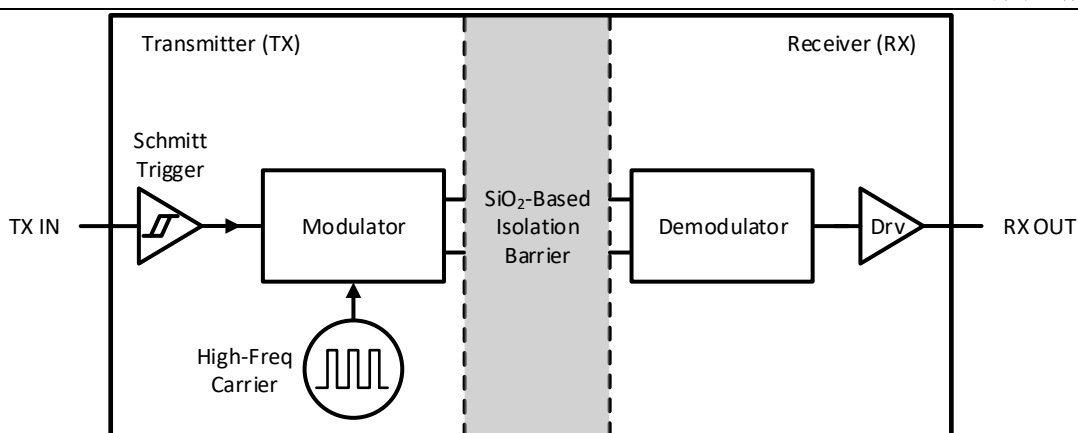
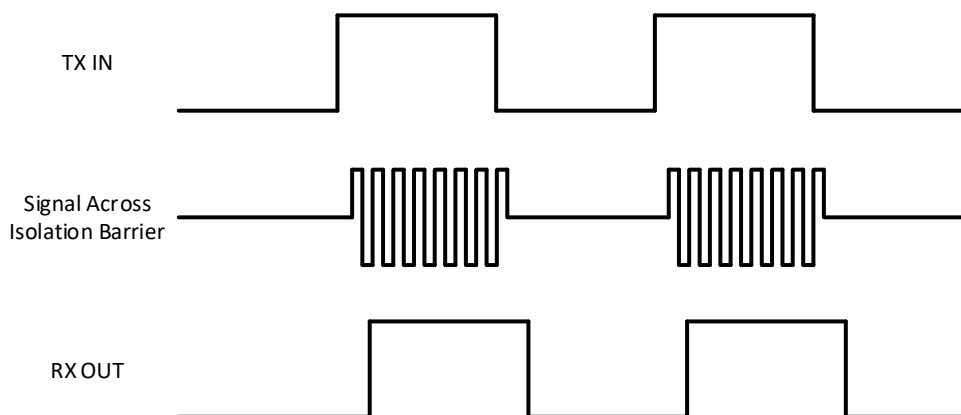

图 8-2 隔离通道的框图
图 8-3 OOK 调制方案的工作波形示意图
CA-IS1306x 器件通过使用简单的开关键控 (OOK) 调制方案在基于二氧化硅的隔离层之间传输数字位流。该隔离层支持高低压域之间高达 5 kVRMS 的电气隔离。隔离通道的框图如图 8-2 所示。如图 8-3 所示，当数字位流为高电平时，发射机 (TX) 通过高频载波对其进行调制，当数字位流为低电平时则不调制。接收机 (RX) 解调通过隔离层的信号并将其准确地恢复成数字位流。隔离通道采用全差分电容耦合架构，对共模瞬态噪声不敏感，因此可以最大化 CMTI 性能。该结构和相关电路同时提供低辐射和高磁场抗扰度。